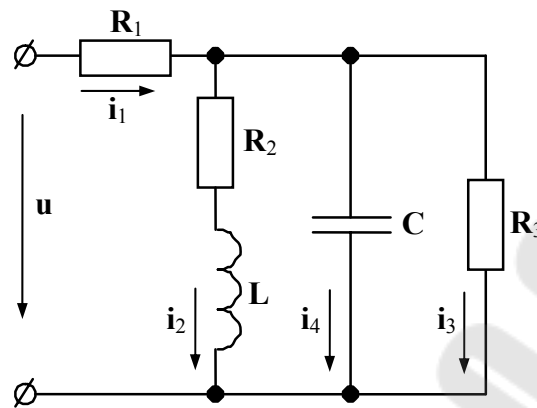

Рис. 3.2
3.3.2. На рис. 3.2 изображена схема цепи, параметры которой при основной частоте имеют $\omega_1 L = 12 \text{ Ом}$, $\frac{1}{\omega_1 C} = 30 \text{ Ом}$, а активные сопротивления: